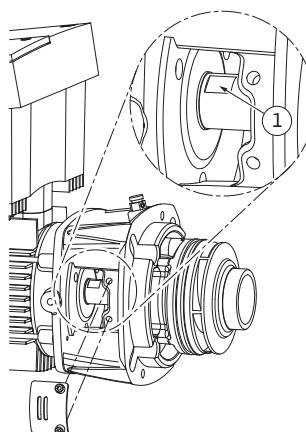

Fig. 52: Miejsca przyłożenia klucza na wale
- Wprowadzić w okienko latarni klucz płaski, optymalny rozmiar klucza 22 mm, i przytrzymać wał za miejsca przyłożenia klucza (rys. 52, poz. 1). Wykręcić nakrętkę wirnika (rys. 7, poz. 15). Wirnik (rys. 7, poz. 16) zostaje automatycznie zdjęty z wału.
24. Podczas montażu wirnika wprowadzić w okienko latarni klucz płaski, optymalny rozmiar klucza 22 mm, i przytrzymać wał za miejsca przyłożenia klucza (rys. 52, poz. 1).